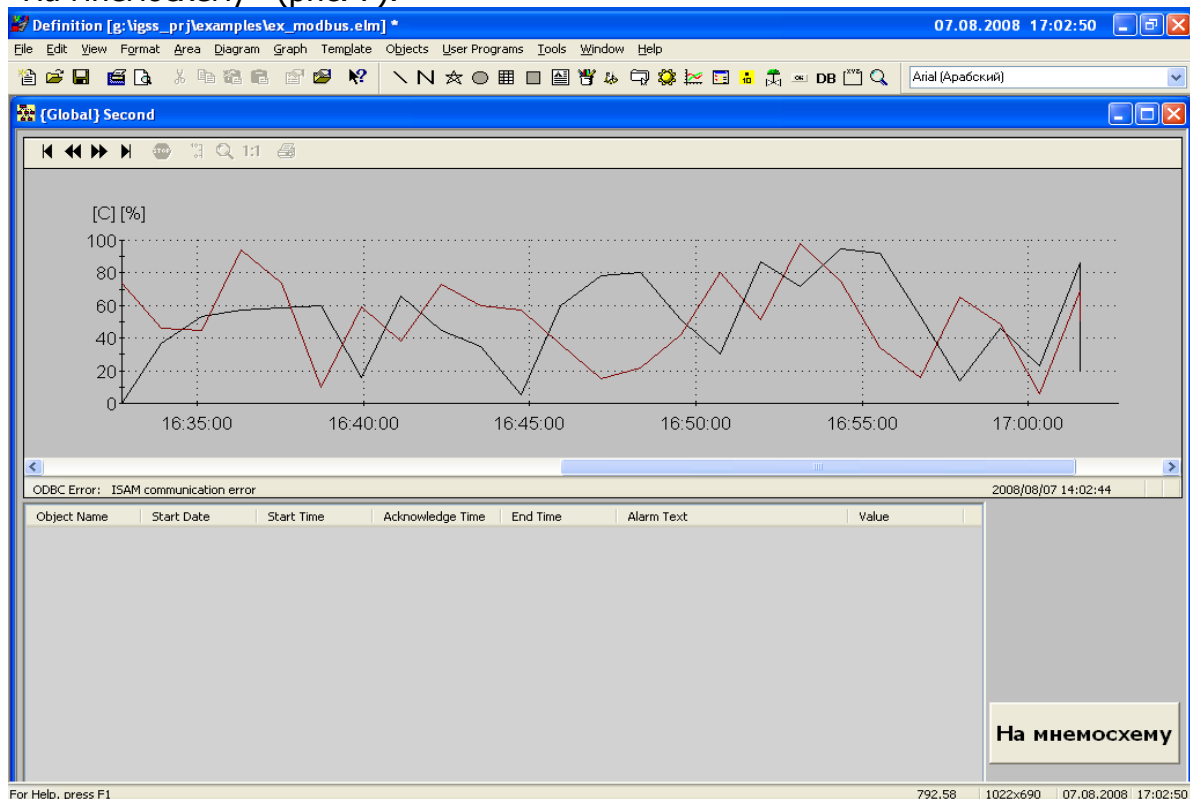

Рис. 7. — Диаграмма со встроенным графиком и встроенным списком тревог
- 14 Выберите пункт меню **Diagram->Create** и, указав имя диаграммы, нажмите кнопку **OK**. После этого разместите на диаграмме следующие элементы (находятся на панели Drawing Toolbar): **Windows button**, **Embedded Graph** и **Embedded Alarm List**. В свойствах Windows button укажите **Text to display** «На мнемосхему» (рис. 7).